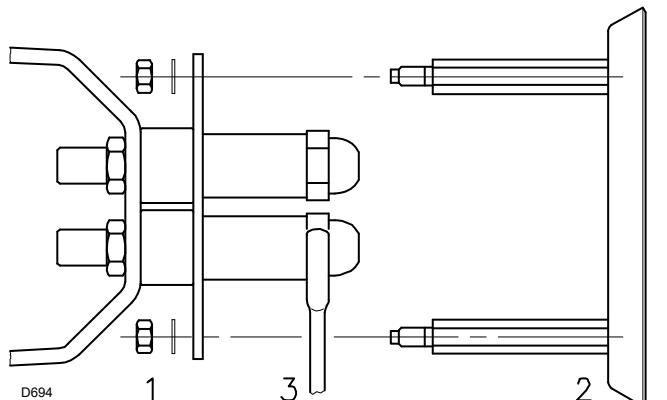

Fig. 12
- Tirar as porcas 1)(Fig. 12) e o disco 2)
- Substituir a boquilha com a chave 3)(Fig. 12).